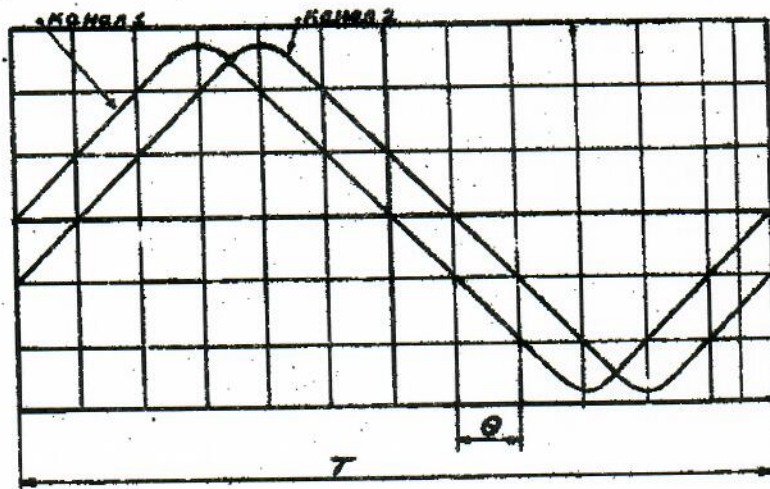

Рис.1. Измерение разности фаз
- ручкой "плавно А" установить период опорного сигнала точно на 9 делений по горизонтали (рис.1). Каждое из делений шкалы соответствует 40 градусам цикла ($360^\circ:9=40^\circ$). Это фазовый коэффициент: